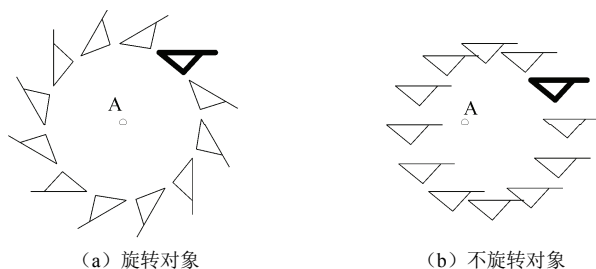

图 4-25 环形阵列示例
**【例 4.11】** 将图 4-25 (a) 所示的标高符号进行环形阵列, 图中粗线仅示意阵列原始图形。
- (3) 单击拾取中心点按钮，返回绘图屏幕，单击图 4-25 所示的旋转中心点 A。返回“阵列”对话框，中心点坐标自动填入文本框。
- (4) 在“项目总数”中填入 12。
- (5) 单击选择对象按钮，返回绘图屏幕，选择阵列的标高图形，回车后返回“阵列”对话框。
(6) 保证“复制时旋转对象”被勾选上。
结果如图 4-25 (a) 所示。
重复以上过程，将第 (6) 步中的“复制时旋转对象”取消，结果如图 4-25 (b) 图所示。